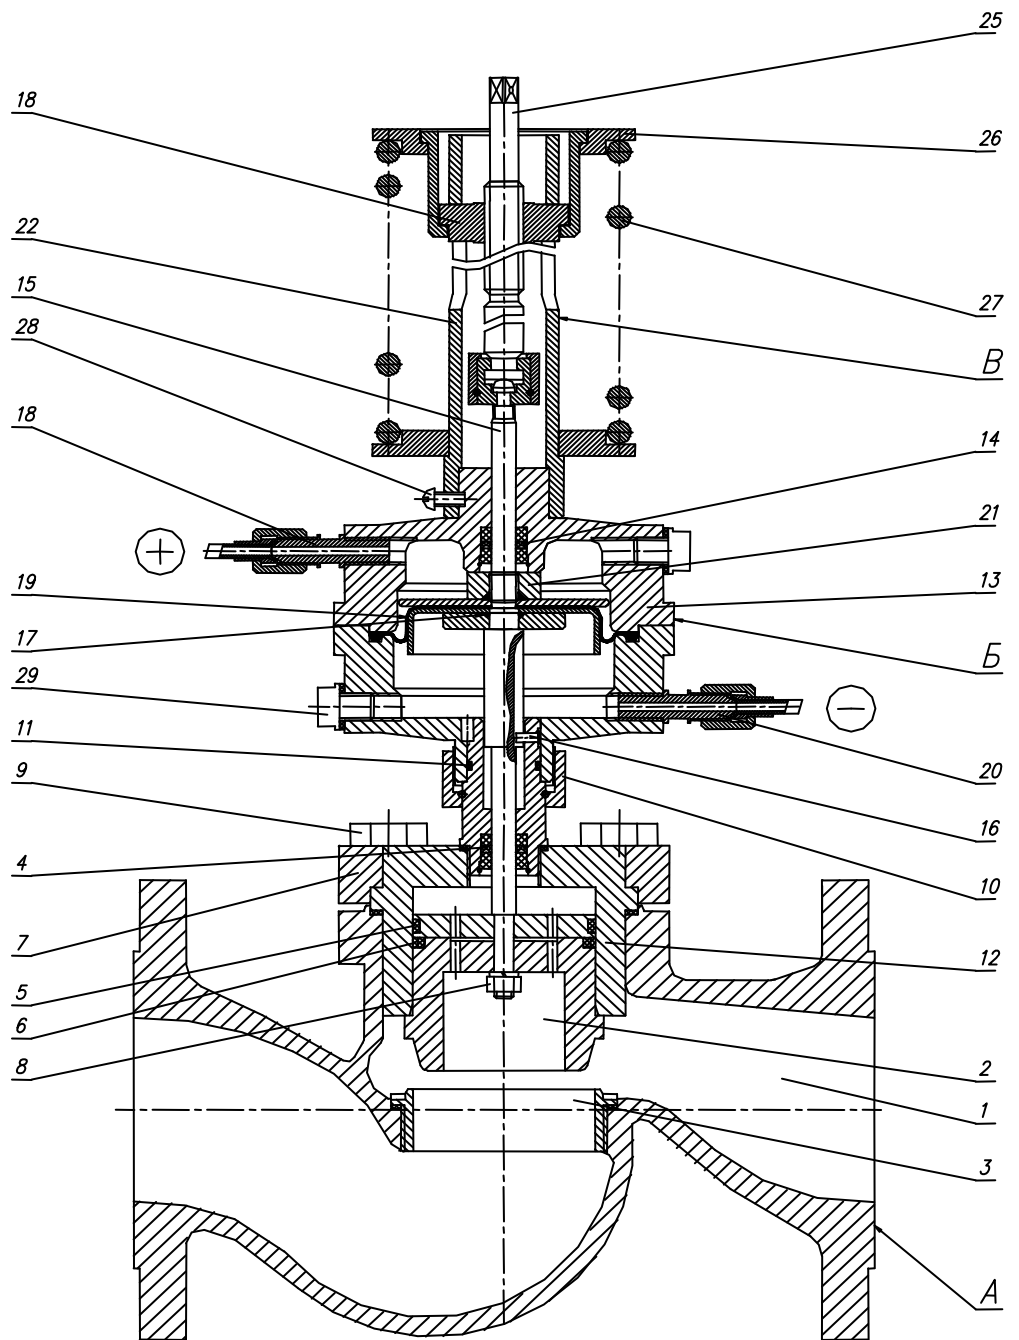

Рисунок 1. Общее устройство регулятора РД-А-80.
2.2.5. Регулятор устанавливать на горизонтальном участке трубопровода согласно схеме подключения (см. рис.1 приложения). Перед регулятором установить магнито-сетчатый фильтр. Регулятор разрешается устанавливать в любом положении: задатчиком вертикально вверх; вертикально вниз; горизонтально в сторону или под любым углом к вертикали. При установке регулятора задатчиком в сторону под мембранную коробку желательнее ставить упор для предотвращения механических нагрузок на трубопровод.